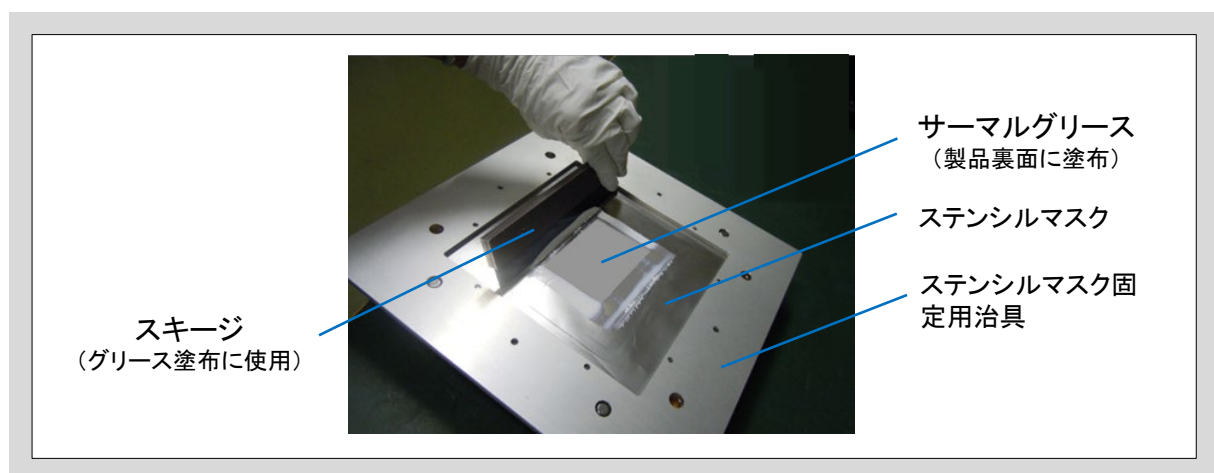

図5-1 サーマルグリース塗布の様子
- ・ 塗布方法については、適切な厚さを管理するためにステンシル工法を推奨します(図5-1)。推奨するステンシルマスクパターンは、巻末付録を参照ください。